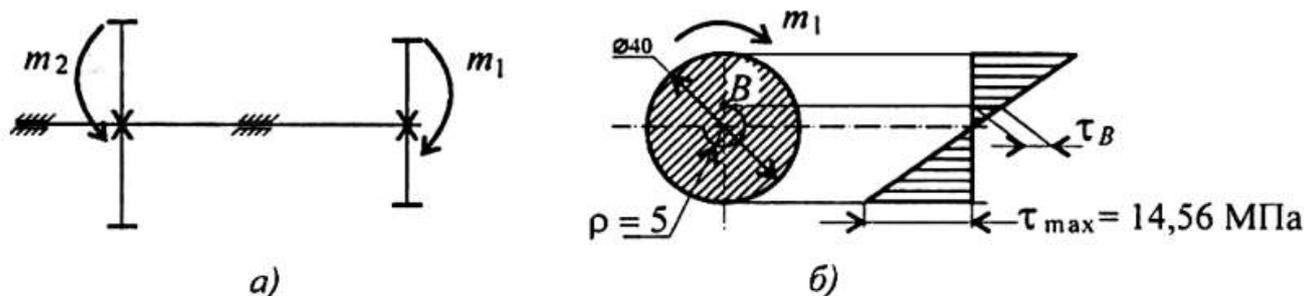

Рисунок 1 – Схема вала
**Пример.** Стальной вал диаметром 40 мм передает мощность 15кВт при угловой скорости 80 рад/с (рисунок 1); проверить прочность и жесткость вала, если допустимое напряжение кручения 20 МПа. Модуль упругости при сдвиге  $0,8 \cdot 10^5$  МПа. Допускаемый угол закручивания  $[\varphi_0] = 0,6$  град/м. Построить эпюру касательных напряжений и определить значение касательного напряжения в точке, удаленной на 5 мм от оси вала.